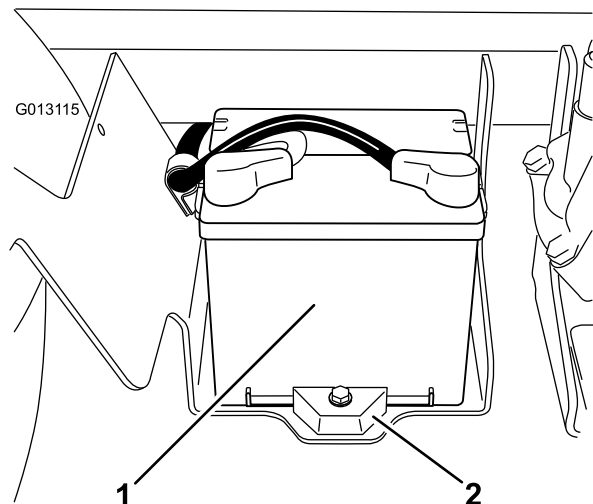

図 55
2. バッテリーは、機体右側、ポンプの後ろにある (図 55)。
5. バッテリー・リテナーと固定金具を外す (図 55)。
2. バッテリー押さえを元通りに取り付ける (図 55)。
4. バッテリーカバーを元どおりに取り付けノブで固定する (図 55)。
1. バッテリー・ボックスのノブ (図 55) をゆるめ、カバーを外す。